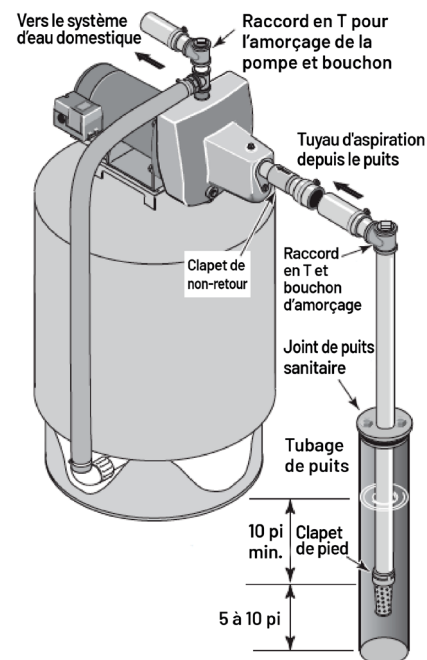

Figure 2 : Installation d'un puits tubé
2. Assemblez le clapet de pied, la crépine et le tuyau du puits (figure 2). Assurez-vous que le clapet de pied fonctionne librement.
4. Installez un raccord en T, un bouchon d'amorçage et un tuyau d'aspiration sur la pompe (figure 2). Utilisez le moins de raccords possible (en particulier les raccords coudés) pour raccorder le tuyau de la pompe à l'orifice d'aspiration de la pompe, car les raccords augmentent la friction dans le tuyau. Ajoutez un clapet de pied (figure 2). Le diamètre du tuyau d'aspiration doit être au moins égal à celui de l'orifice d'aspiration de la pompe. Utilisez un ruban d'étanchéité pour filetage de tuyaux en PTFE sur les joints de tuyaux filetés.